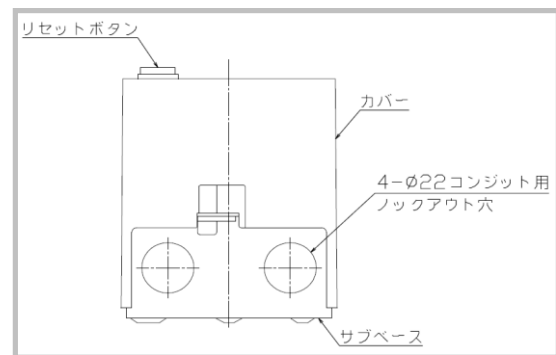

図 2
このとき、無理な力を加えないように注意してください。（参考資料：図2）
- (1) 必要に応じてサブベースのコンジット用ロックアウト穴をあけ、結線用コンジットを取り付けます。（図2・3参照）
- (2) サブベースを所定の位置にねじで固定します。